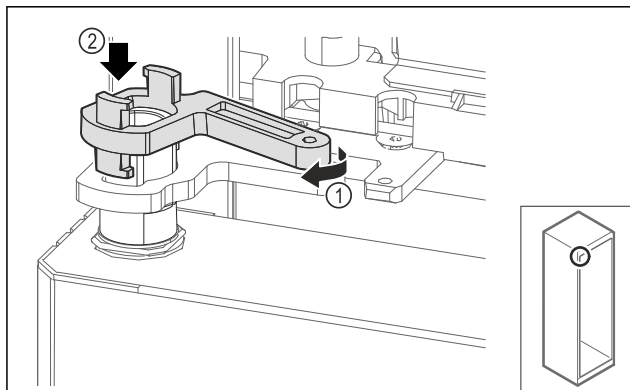

Fig. 66
- ▶ Zľahka otočte blokovanie ložiskovej konzoly Fig. 66 (1) a nasadíte na puzdro Fig. 66 (2).